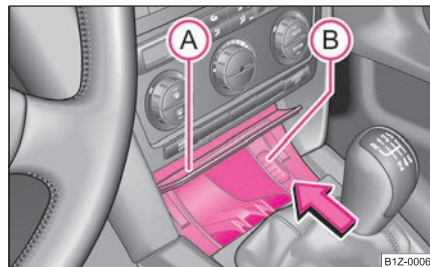

Fig. 94 Consola centrală:
- Apăsați pe partea inferioară a capacului scrumierei - vezi poziția **(A)** ⇒ fig. 94.